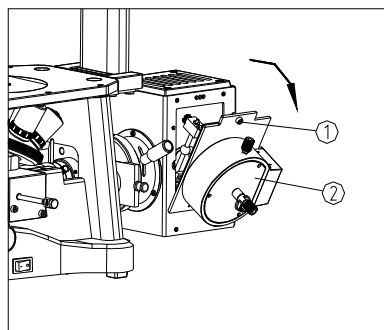

图 10
- (1) 用 M4 内六角扳手将锁紧螺钉①完全松开，按图示箭头方向旋转约 45 度后，拿出灯源安装座②。(如图 10)